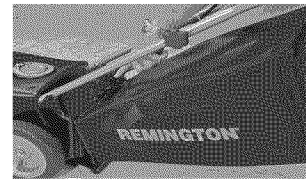

Figura 14 - Bolsa recogedora de atrás
2. Oriente la bolsa recogedora de atrás como se muestra en la Figura 14.
3. Coloque la ranura delantera superior sobre el rodillo de apoyo (vea la Figura 14) *Nota:* : Incline ligeramente el reverso de la bolsa hacia arriba para colocar la ranura de la bolsa recogedora de atrás sobre el rodillo de apoyo.